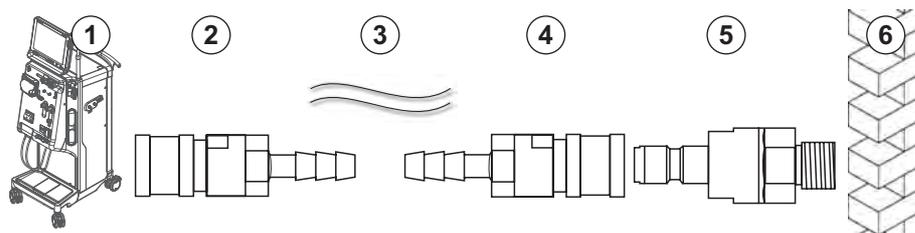
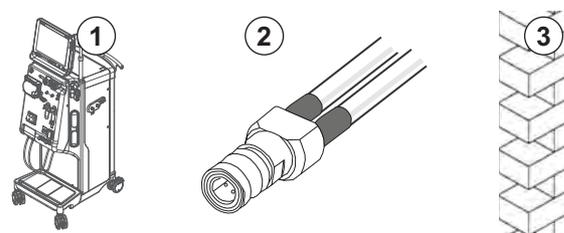

Fig. 4-4 Opção 1: Acopladores Aquaboss de Entrada de água
Fig. 4-5 Opção 2: Entrada de água do acoplador Aquaboss para a tubulação de anel
- Opção 1: 2 acopladores de tubo fêmeas (Fig. 4-4, ② , ④ ), diâmetro interno ou tubo flexível 9 mm, material 1.4571 EPDM
- Opções 1:1 acoplador de fecho macho ⑤ , material 1.4571 EPDM
- Opção 2 (tubulação de anel disponível): tubulação de anel secundária com espaço morto do adaptador duplo P-Y (Fig. 4-5, ② )
Opção 2: Uma tubulação de anel é usada. Os canos que saem e entram para a parede são fixados ao acoplador fêmea (Fig. 4-5, ② ).
1. Conecte o acoplador fêmea ② diretamente ao equipamento de diálise.